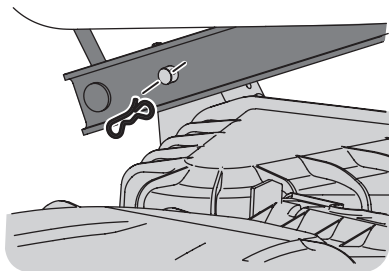

Fig. 45
- Placez-vous sur le côté gauche du plateau de coupe pour trouver la goupille située à l'arrière gauche (Fig. 45).
- Retirez la goupille et faites sortir la goupille du bras de relevage (Fig. 45).